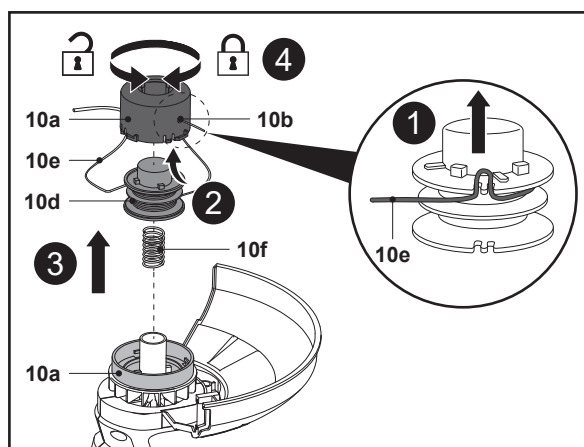

Fig. 15
6. Solte o fio do aparador (10e) dos entalhes e mantenha-o nessa posição. Evite que o fio do aparador (10e) se separe da bobina do aparador (10d) (Fig. 15, passo 1).
7. Passe a extremidade do fio do aparador através do olhal (10b) na caixa (10a) (Fig. 15, passo 2).
9. Introduza a bobina do aparador (10d) na caixa (10a) (Fig. 15, passo 3).
10. Pressione a bobina do aparador (10d), juntamente com a caixa (10a), contra a mola (10f) e torça o conjunto até que encaixe manualmente no lugar (Fig. 15, passo 4).